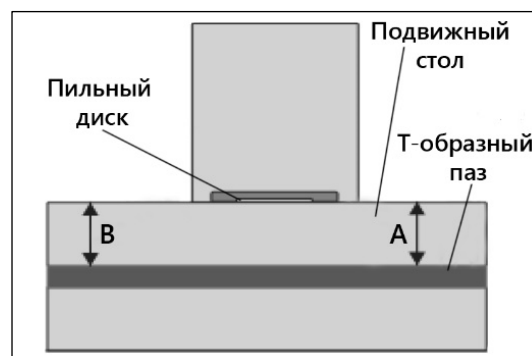

Рисунок 7.
- подведите подвижную панель до упора стороной **A** (рис. 7) к пильному диску